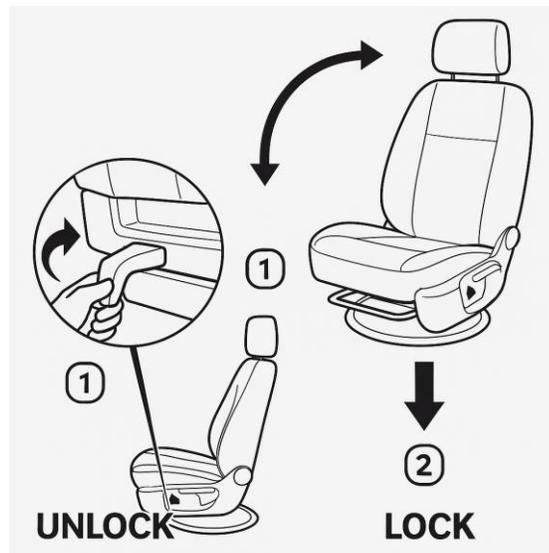

Abb. 12
- Suchen Sie den Griff/Verriegelungshebel – an der Vorderseite des Sitzes ( Abb. 12), grafische Darstellung aufgrund der verschiedenen Arten von Sitzen/Verriegelungsmechanismen,